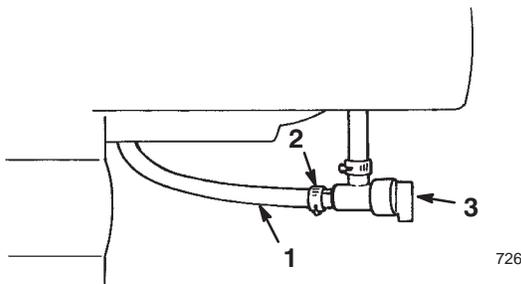

Bild 19
4. Öffnen Sie den Kraftstoffhahn unter dem Kraftstofftank (Bild 19).
5. Schließen Sie den Kraftstoffhahn (Bild 19).